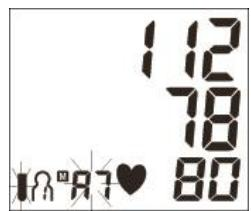
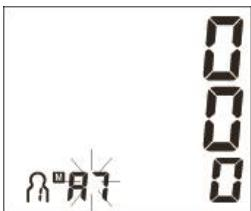

Figura 7-3
Figura 7-4
- d) Pressione o botão “**MEM**” para ver o valor médio de todos os resultados medidos entre as 5 horas e 9 horas dos últimos 7 dias (Figura 7-3). Caso não haja resultados memorizados nesse período o visor exibe “0” (Figura 7-4).